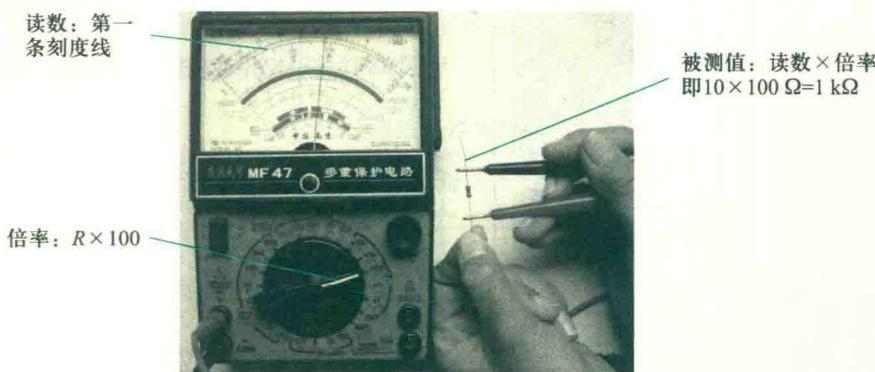

图 1-4 用万用表测电阻器阻值
① 选择合适的量程。
② 将红黑表笔短接，调节电阻调零旋钮使指针指在 0Ω 位置上。
③ 将电阻器接入红黑表笔之间，根据指针位置读出刻度值，再乘以该挡位的倍率，即为该电阻的读数，如图 1-4 所示。